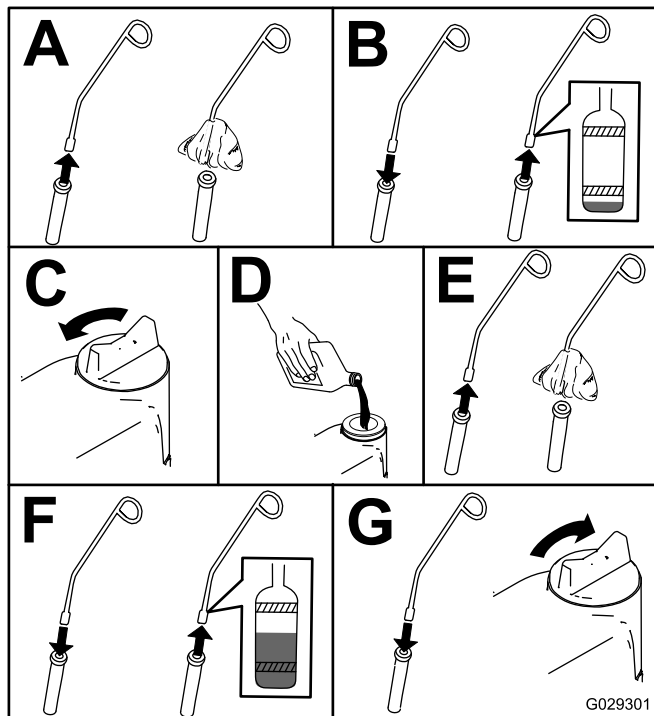

Figura 50
3. Controllate il livello dell'olio motore come mostrato nella Figura 50.